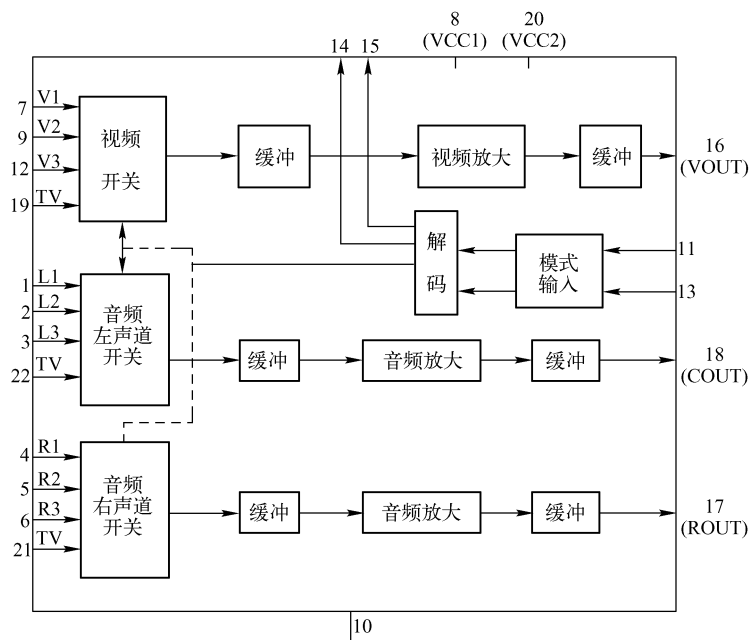

图 4-48 N801 内部组成方框图
N801 内部组成方框图如图 4-48 所示。其四路输入信号由逻辑开关选择, ⑪、⑬脚为模式开关输入, ⑭、⑮脚为选择模式输出, ⑯、⑰、⑱脚为音/视频信号切换输出。